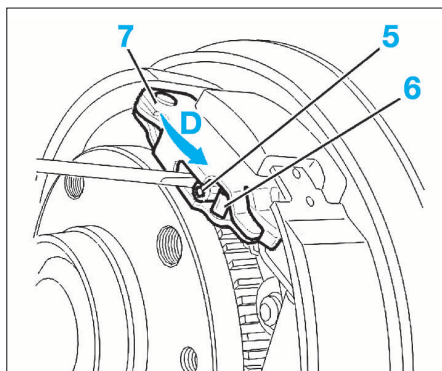
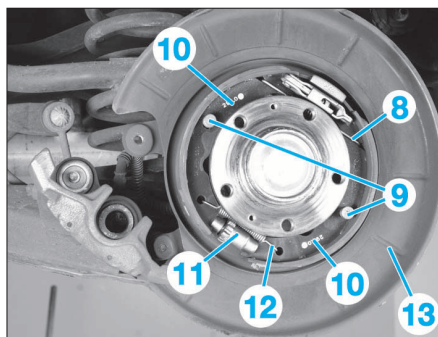

FIG. 13
FIG. 14
- Pour dégager le câble (5), procéder comme suit :
- pousser l'extrémité (5) du câble contre le ressort de verrouillage (6) selon (D) à l'aide d'un tournevis fin.
- tirer le câble derrière le plateau pour le dégager du mécanisme (7) (Fig.13).
- Déposer le ressort (8) à l'aide d'une pince appropriée (Fig.14).
- Déposer les ressorts (9) de maintien de segments (10).
- Déposer le mécanisme (7) (Fig.13) d'écartement des segments (10) (Fig.14).
- Déposer l'ensemble mécanisme de réglage (11) et le ressort (12).
- Nettoyer le plateau de frein (13) à l'aide d'un solvant approprié (type Henkel).
- Nettoyer puis graisser le mécanisme de réglage (11).